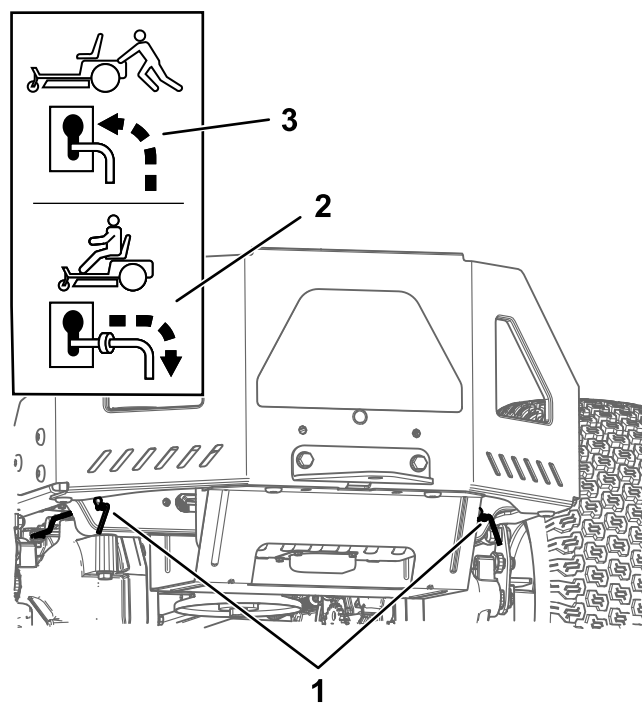

Figura 32
4. Mova ambas as alavancas de derivação para a frente através do orifício ranhurado e para baixo para as bloquear no lugar (Figura 32).